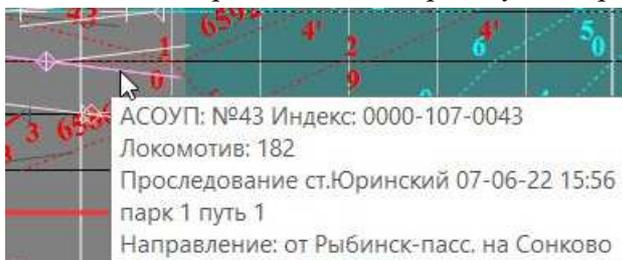

Рис.61. Идентификация по сообщениям АСОУП при помощи «мышь»
2. Выбрать засечку АСОУП (дождаться пока засечка изменит свой цвет и появится всплывающее окно с информацией об этом событии АСОУП) (см. рис.61).
5. Отпустить левую клавишу «мышь». Нить будет идентифицирована, засечка АСОУП поменяет цвет или исчезнет, если при отборе отображаемых ниток не была выбрана опция показа нитей, использованных для идентификации. На рис. 61 при отборе отображаемых ниток выбрана опция показа нитей, использованных для идентификации, поэтому засечка АСОУП не исчезла, а поменяла цвет на серый.